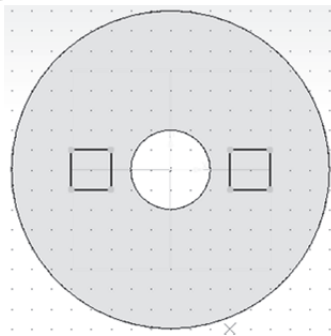

Рисунок 5.9
8. Выделите курсором верхнюю грань основания (грань станет зелёной) и щёлкните на кнопке «Эскиз», затем на инструментальной панели в режиме «Геометрия» выберите команду «Прямоугольник», с помощью которой по сетке нарисуйте два квадрата (рис. 5.9). Закройте эскиз повторным щелчком на кнопке «Эскиз».